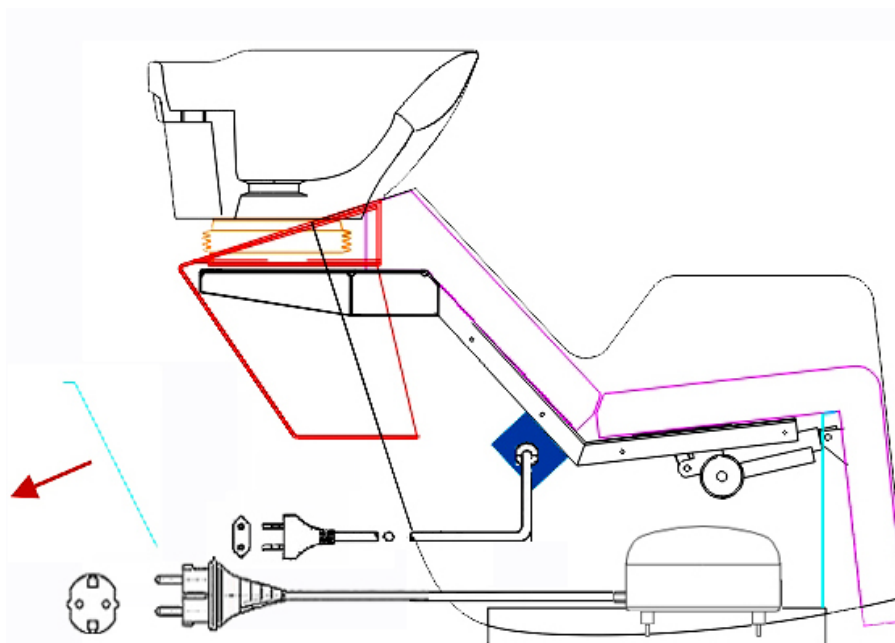

Fig.6
- 9) Una volta posizionato opportunamente il lavaggio, smontare la copertura posteriore in alluminio, estrarre il cavo bipresa della centralina che alimenta il motore elettrico dell'alzagambe,. Estrarre il cavo Schuko del compressore per il massaggio pneumatico. Connettere tutti e due i cavi alla presa di corrente prevista (fig.6)